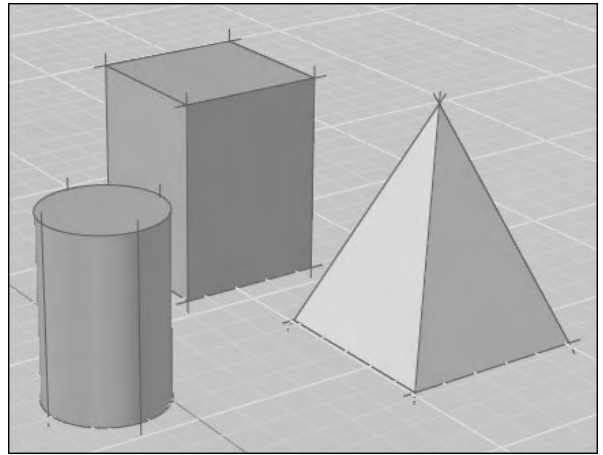

Fig.9.12
- **Bouton Saillie et Paramètre** (Overhang) : prolonge les lignes au-delà de leur intersection, pour donner un effet dessin manuel (fig.9.12). Ce bouton permet d'activer et de désactiver l'effet de saillie. Lorsqu'il est activé, vous pouvez modifier le paramètre.